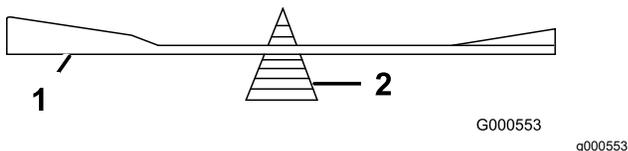

Figure 18
2. Vérifiez l'équilibre de la lame en la plaçant sur un équilibreur (Figure 18).